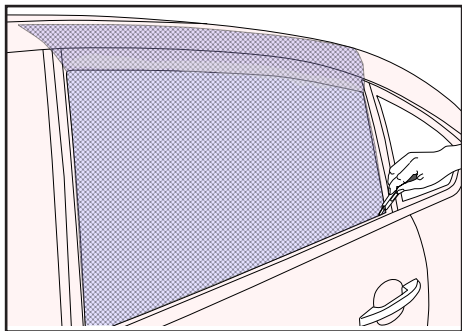

Figure 26
- ▶ Procéder aux coupes du bas de la vitre et des 2 côtés latéraux à 1 mm des joints. (FIG. 26)